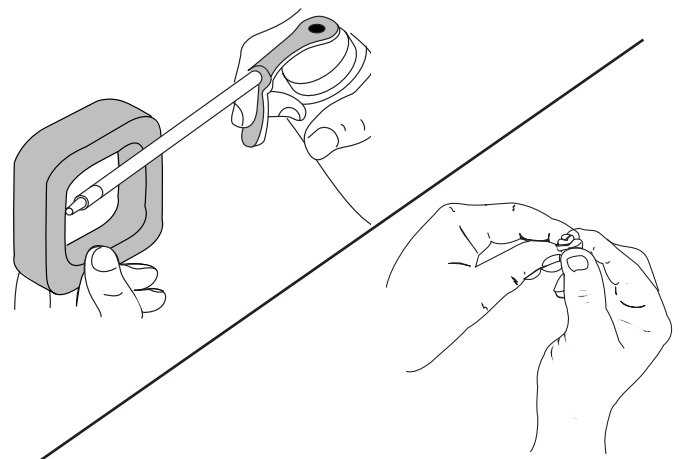

Fig. 22
4. Aplique suficiente aceite de motor limpio SAE 30 para apenas recubrir el filtro (Fig. 22).
5. Apriete el filtro para desparramar y eliminar el exceso de aceite (Fig. 22).